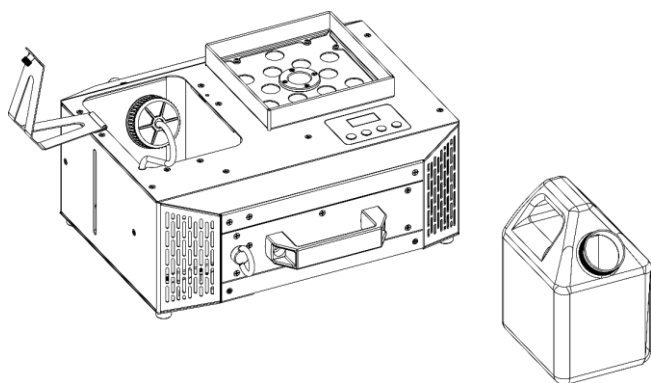

Fig. 32
- 06) Placez le **réservoir de liquide (02)** sur une surface plane près de l'appareil, comme indiqué sur la Fig. 32.